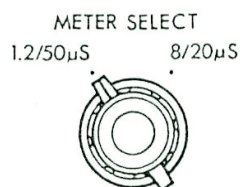

図 7
5. 電圧・電流指示計⑥の表示設定を METER SELECT ツマミ⑬で試験を実施する波形に合わせて設定します。(図 7 は 1.2/50  $\mu$ s に設定した場合)